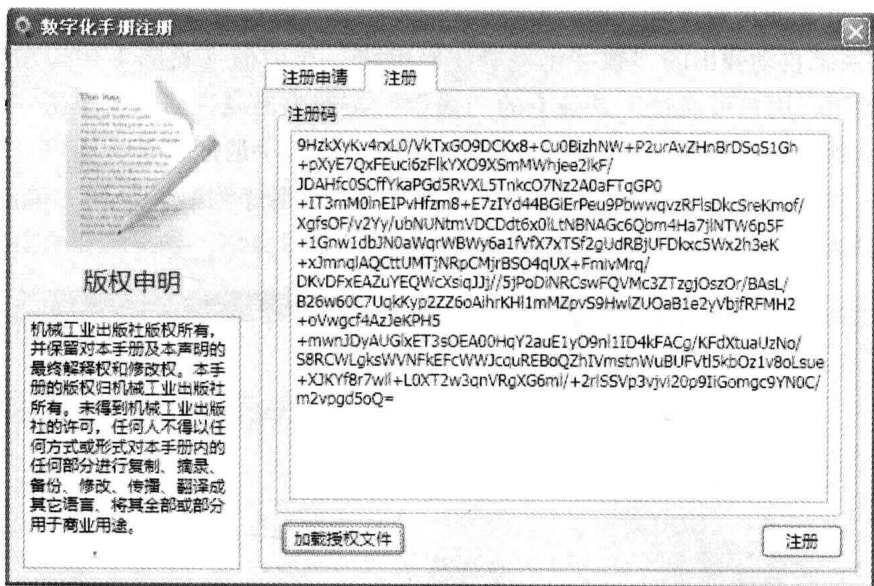

图 1-11 “加载授权文件”对话框
1) 当用户收到手册发行商返回的手册授权文件 (文件扩展名为 lic) 后, 运行数字化手册, 在自动弹出的“数字化手册注册”对话框中 (如果该窗口被关闭, 用户可通过工具条上的“属性”按钮弹出“属性”窗口, 单击“授权”窗口上的“立即注册”标签, 重新打开注册对话框) 选择“注册”窗口, 单击“加载授权文件”按钮加载授权文件 (见图 1-11), 然后单击右下角的“注册”按钮完成数字化手册的注册。